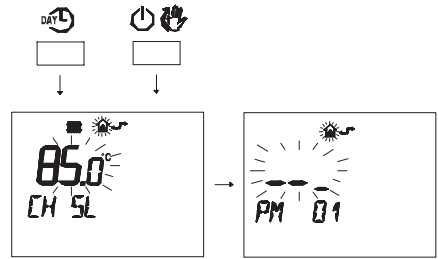

Figura 5.54
- Premere contemporaneamente i pulsanti  $\text{DAYL}$  e  $\text{ON/OFF}$  per entrare nella programmazione trasparente (Figura 5.54).